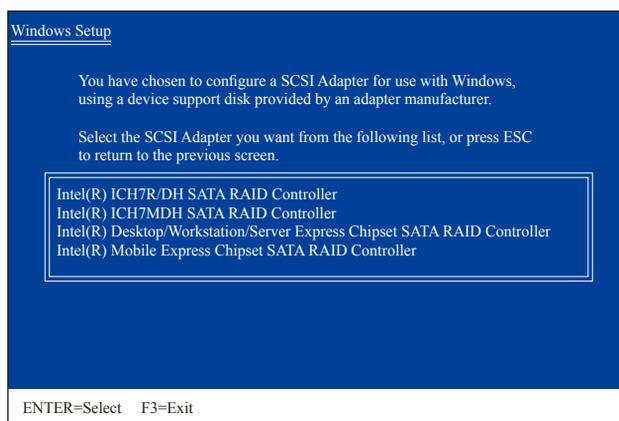

图2
放入存有SATA RAID/AHCI驱动程序的光盘并按下<Enter>键。当如图2的画面出现时，请选择「Intel(R) Desktop/Workstation/Server Express Chipset SATA RAID Controller」再按<Enter>键，系统会从光盘中下载RAID驱动程序。若设为AHCI模式，请使用键盘的上键移到「Intel(R) Desktop/Workstation/Server Express Chipset SATA AHCI Controller」项目再按<Enter>。